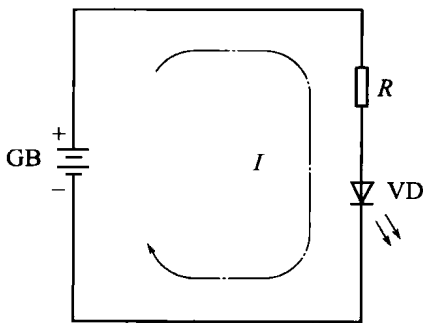

图 1-6 发光二极管的应用
① 典型应用电路 发光二极管的典型应用电路如图 1-6 所示， $R$  为限流电阻， $I$  为通过发光二极管的正向电流，与  $R$  的大小成反比。调节限流电阻  $R$  的大小，可以改变通过发光二极管的电流  $I$  的大小。